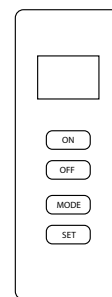

Fig. 28 - Remoto
7. Mantenga oprimida la perilla de control durante (30) segundos después de que el piloto encienda. Suelte la perilla de control.
- Si el piloto se apaga repita los pasos 3 al 7. Espere (1) minuto antes de intentar encender el piloto de nuevo. Si después de varios intentos el piloto todavía se apaga, gire la perilla de control del gas hacia la derecha  a la posición "OFF" y llame a un técnico de servicio calificado.
9. Para usar el control remoto termostático incluido, coloque el interruptor del receptor en la posición "REMOTE" (Ver Fig. 28). Presione el botón ON para encender el control remoto y encender el quemador principal Consulte el manual de instrucción del control remoto en la siguiente página para las funciones "MODE" y "SET".